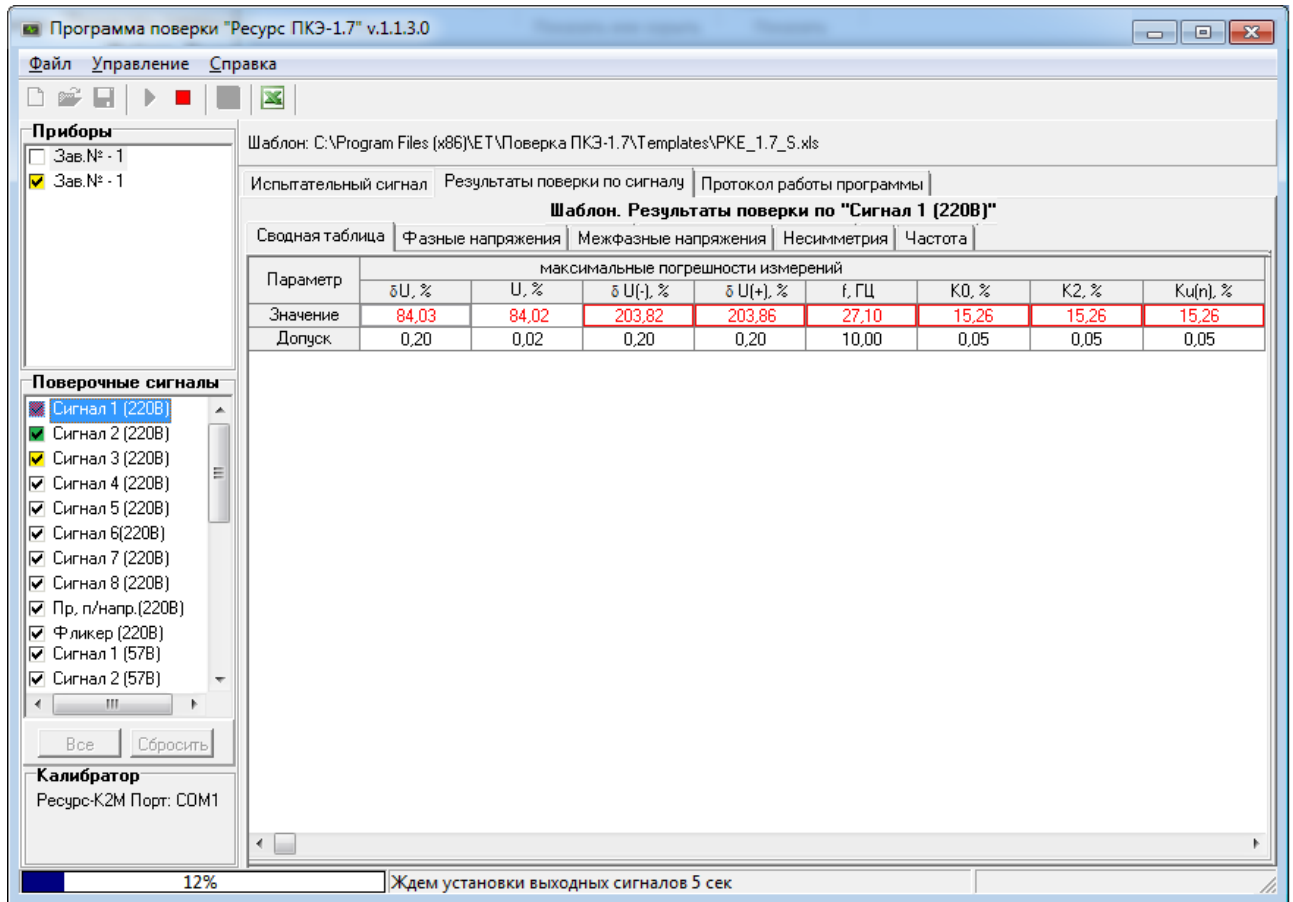

Рисунок 4.475 Отображение поверки в списке сигналов
11. Сигнал, проходящий поверку, окрашивается желтым цветом. При прохождении процедуры поверки сигнал окрашивается в зеленый цвет при условии, если все параметры не превышают значение допустимой погрешности, красный – если какой-то параметр вышел за пределы погрешности. При работе в автоматическом режиме программа переходит к следующему испытательному сигналу. Если сигнал, по какому-то параметру «не прошел» (окрасился красным цветом), то программа поверки не останавливается, а переходит к проверке следующего сигнала (Рисунок 4.475).